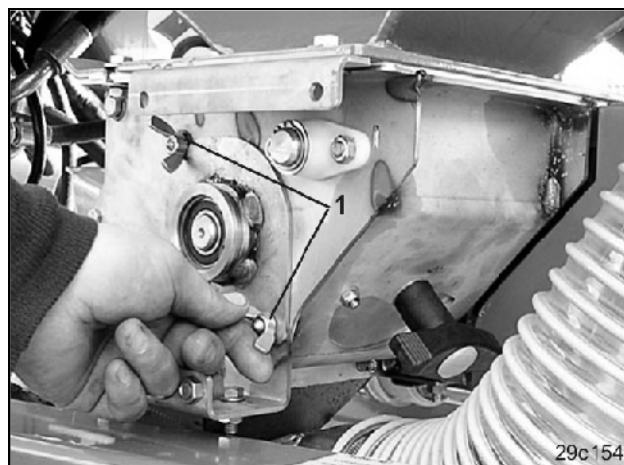

Fig. 73
- Løsne to vingemuttere (Fig. 73/1), ikke skru dem av.